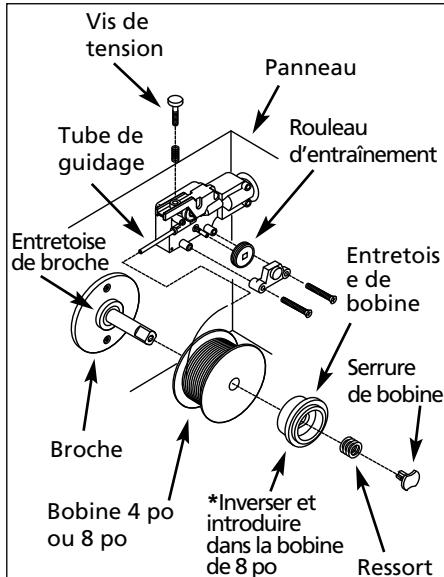

Figure 5 - L'Enfilement du Fil à Soudage
*Voir Figure 5 pour le montage.